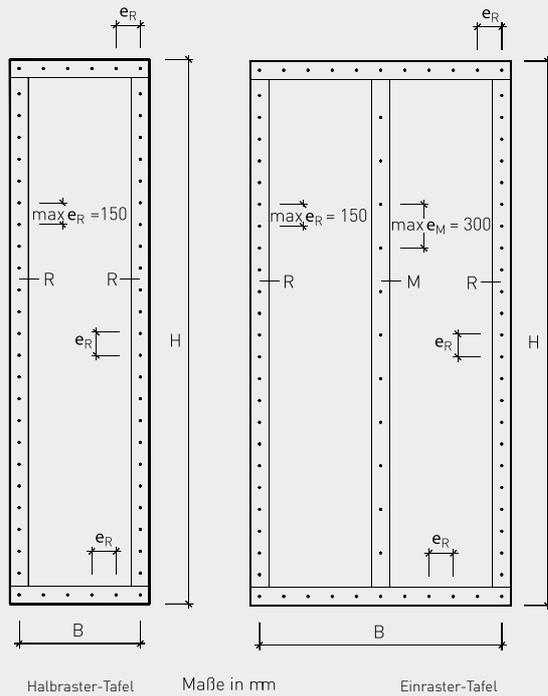

Bild 4+5: Maximal-Abstände der Befestigungsmittel mit fermacell® Gipsfaser-Platten
- (R)  $e_R = 150$  mm, bei Mittelrippen
- (M)  $e_M = 300$  mm (Bild 4 und 5 Seite 103).